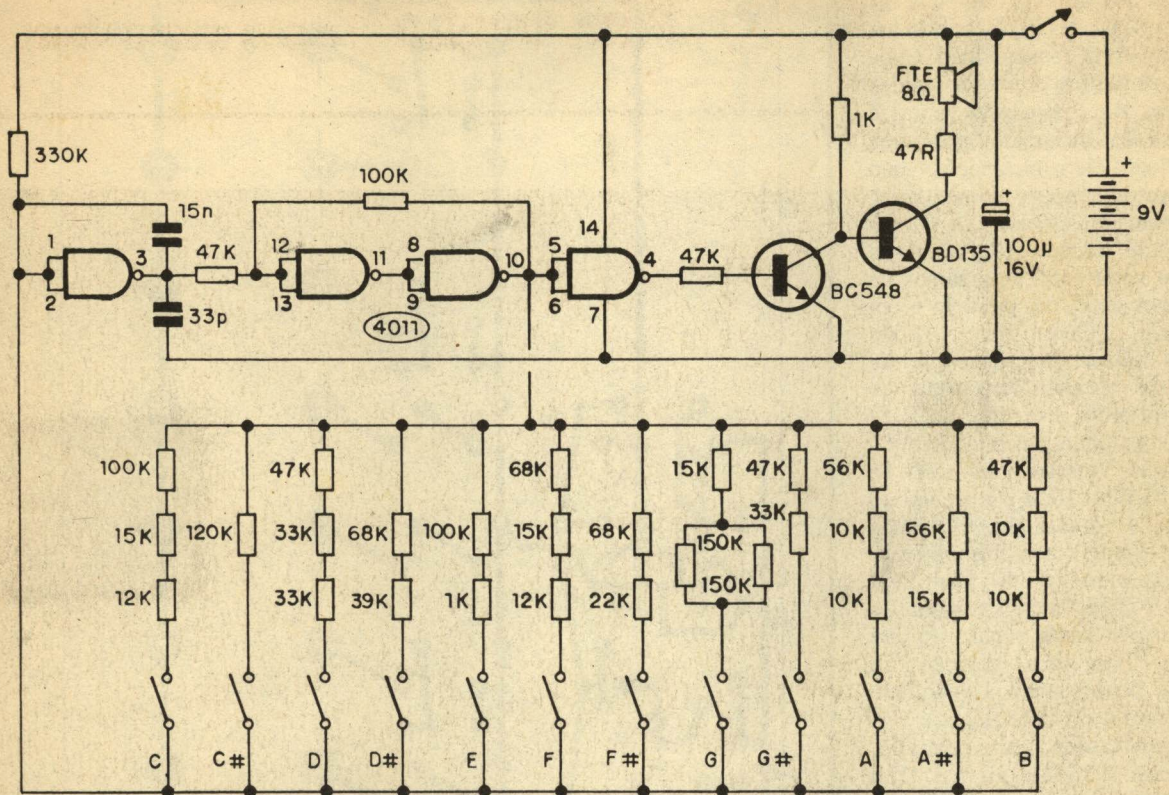

Fig.1
- **FIG. 1 - O CIRCUITO** - Um oscilador "mestre" formado pelos três primeiros **gates** de um Integrado digital C.MOS 4011, super-comum, ou seja: os blocos delimitados pelos pinos 1-2-3, 11-12-13 e 8-9-10... O arran-